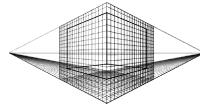

图 9-10 粘贴聚酰亚胺胶带
- 3) 在粘贴聚酰亚胺胶带的同时，用塑料铲或银行卡一点点地滚压塑料薄膜以将新露出的胶带抹平并挤出气泡，直到整个平台粘贴完毕，如图 9-10 所示。